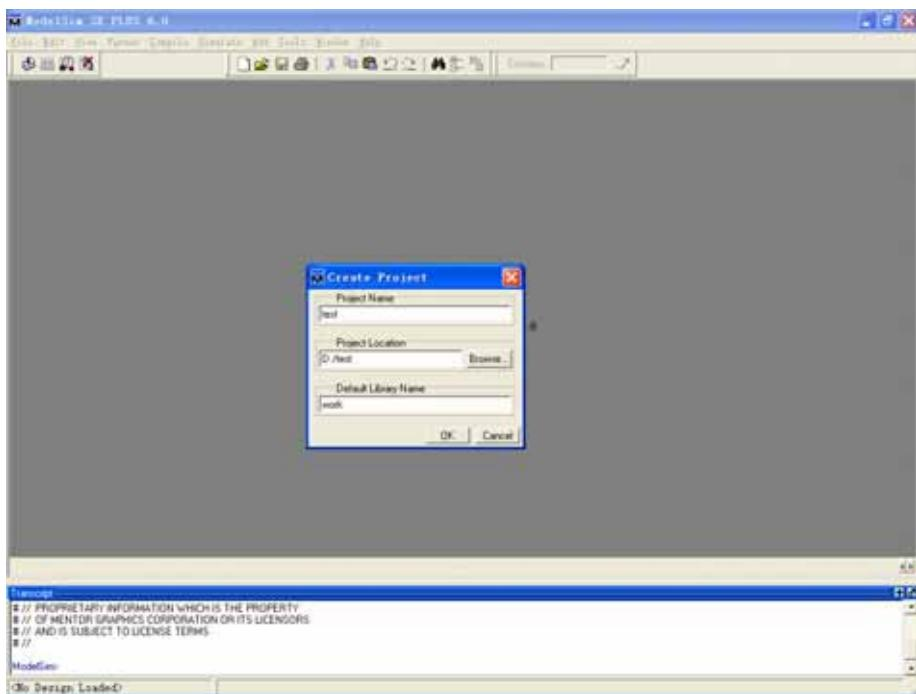

图 2 创建工程
2. 执行完第一步后,弹出图 2 对话框. Project name 命名为 test, Project Location 指向 D:/test, Default Library name 填写 work. 如图 2 创建工程所示。